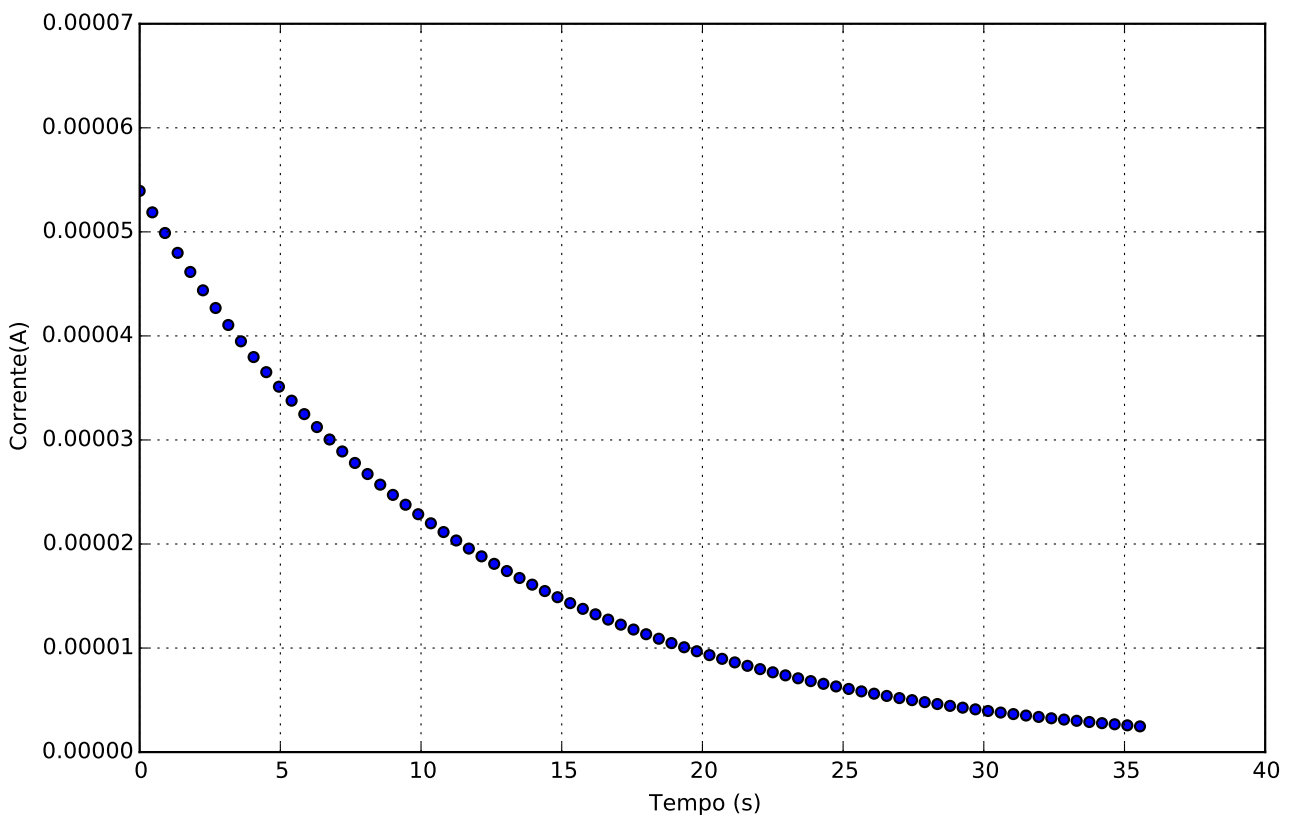

Figura 2: Andamento della corrente in funzione del tempo
Acquisiti sperimentalmente i valori della differenza di potenziale V , ricaviamo tramite la (4) i valori della corrente I , che vengono quindi riportati in Figura 2. Il valore della capacità è stato calcolato elaborando i dati sperimentali, ovvero tramite la media della seguente espressione